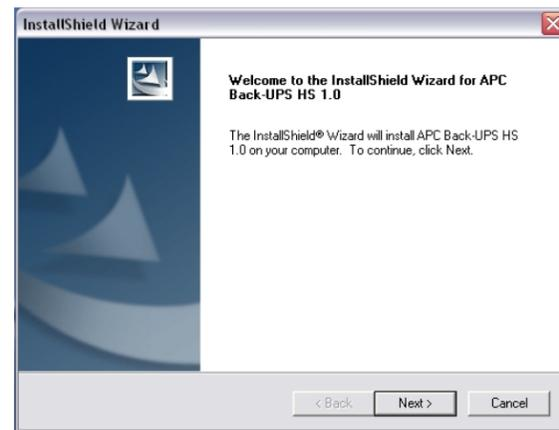

Figure 2. Fenêtre d'accueil de l'assistant d'installation
3. La fenêtre **d'accueil** (figure 2) s'affiche après environ quatre secondes. Pour continuer, cliquez sur **Next** (suivant). Pour interrompre l'installation, cliquez sur **Cancel**.